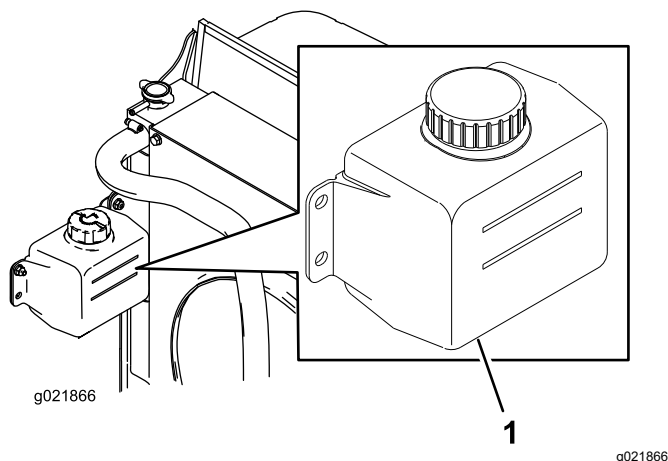

Figure 93
1. Vérifiez le niveau du liquide de refroidissement dans le vase d'expansion (Figure 93).